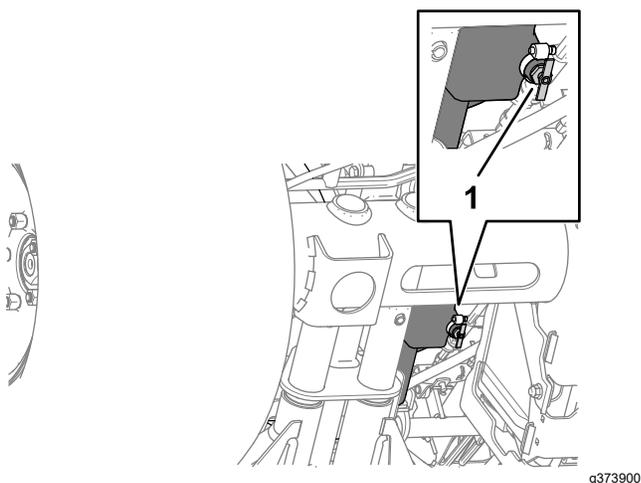

Figura 86
2. Alinhe um recipiente de drenagem com a válvula de drenagem de combustível (Figura 86).